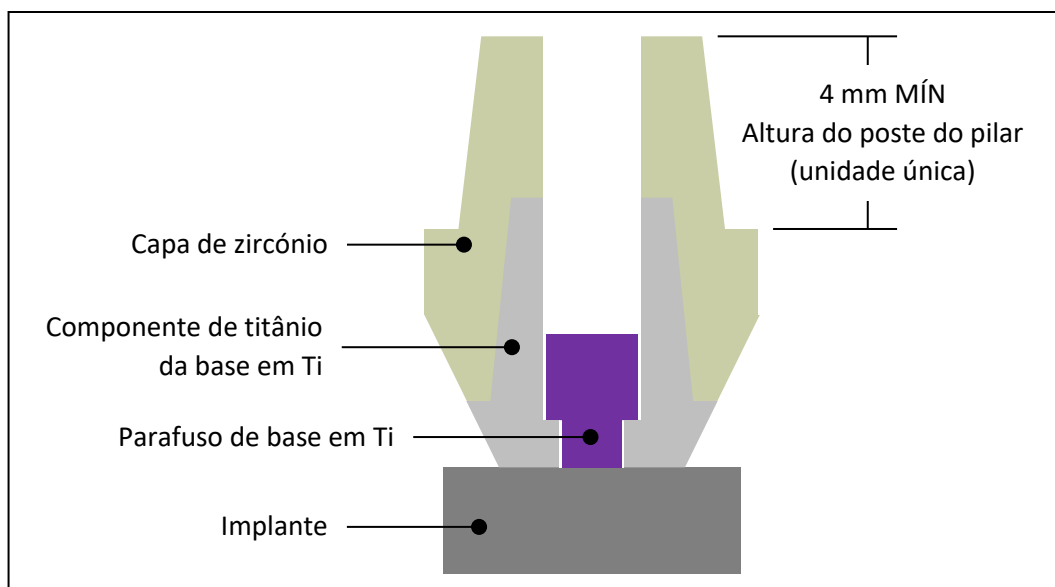

Figura 3 - Limitações de design da superestrutura de zircônio.
- Altura do poste do pilar $\geq 4,0$ mm (consultar a Figura 3)